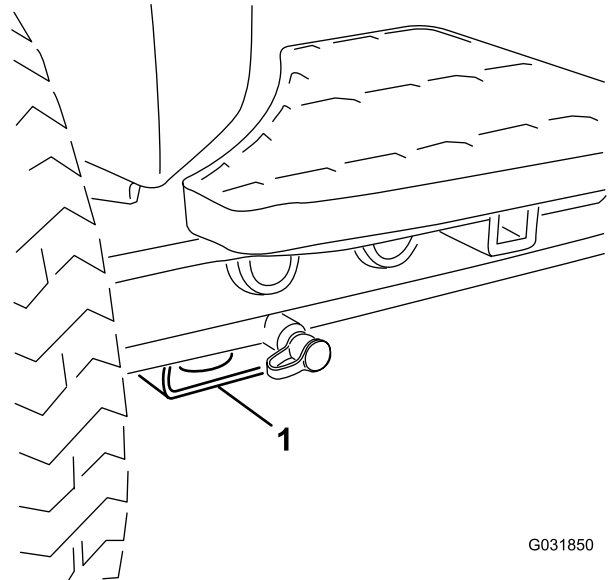

Bild 40
- Vorne: Rechteck unter dem Achsenrohr in jedem Vorderreifen (Bild 40).